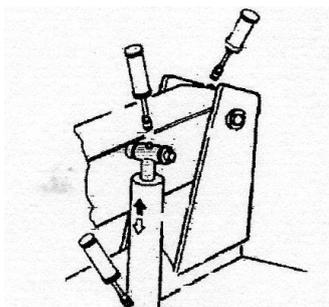
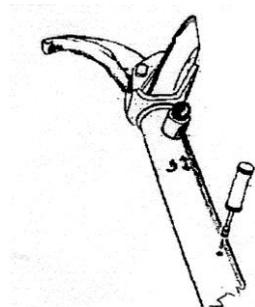

Рисунок 31
Рисунок 32
9.2.1.2 Периодически смазывайте цилиндр подъёмника крепежа устройства, а также его шарнирное соединение. Пользуйтесь стандартной смазкой, нанося её на детали из маслénки (см. Рисунок 31). таким же образом смазывайте цилиндр рычага устройства отжима борта (см. Рисунок 32).